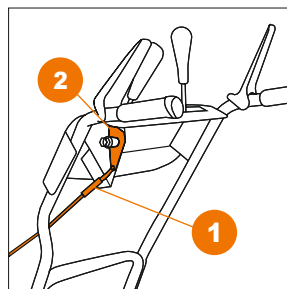

Рис. 10
• Соедините трос регулировки дальности выброса (1) с кронштейном рычага управления (2) на панели оператора (Рис. 10).